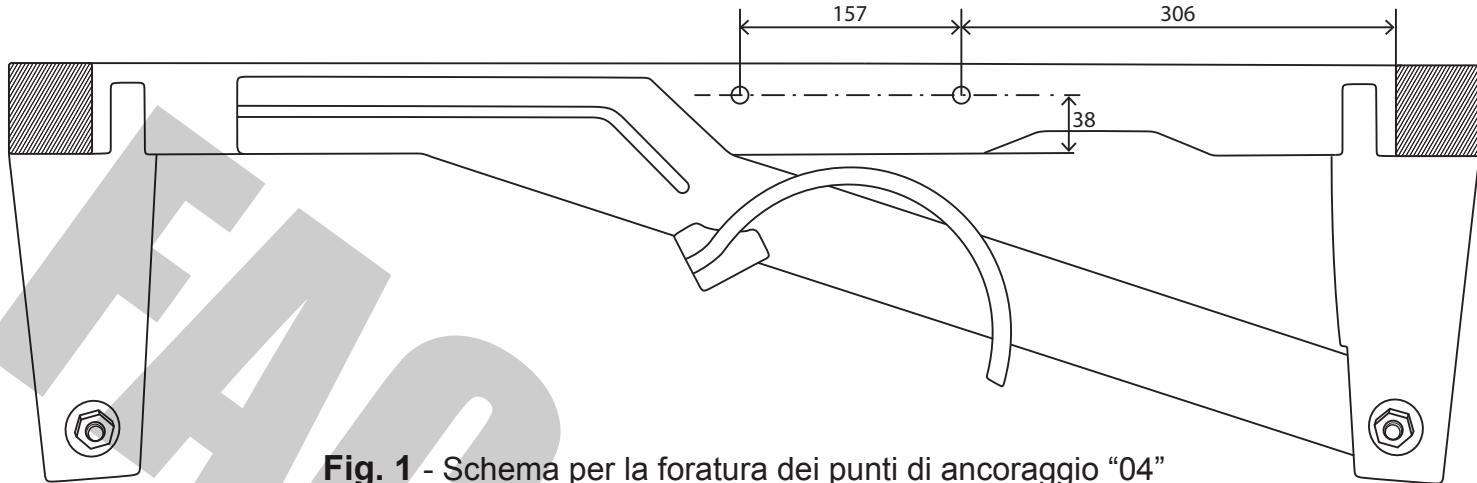
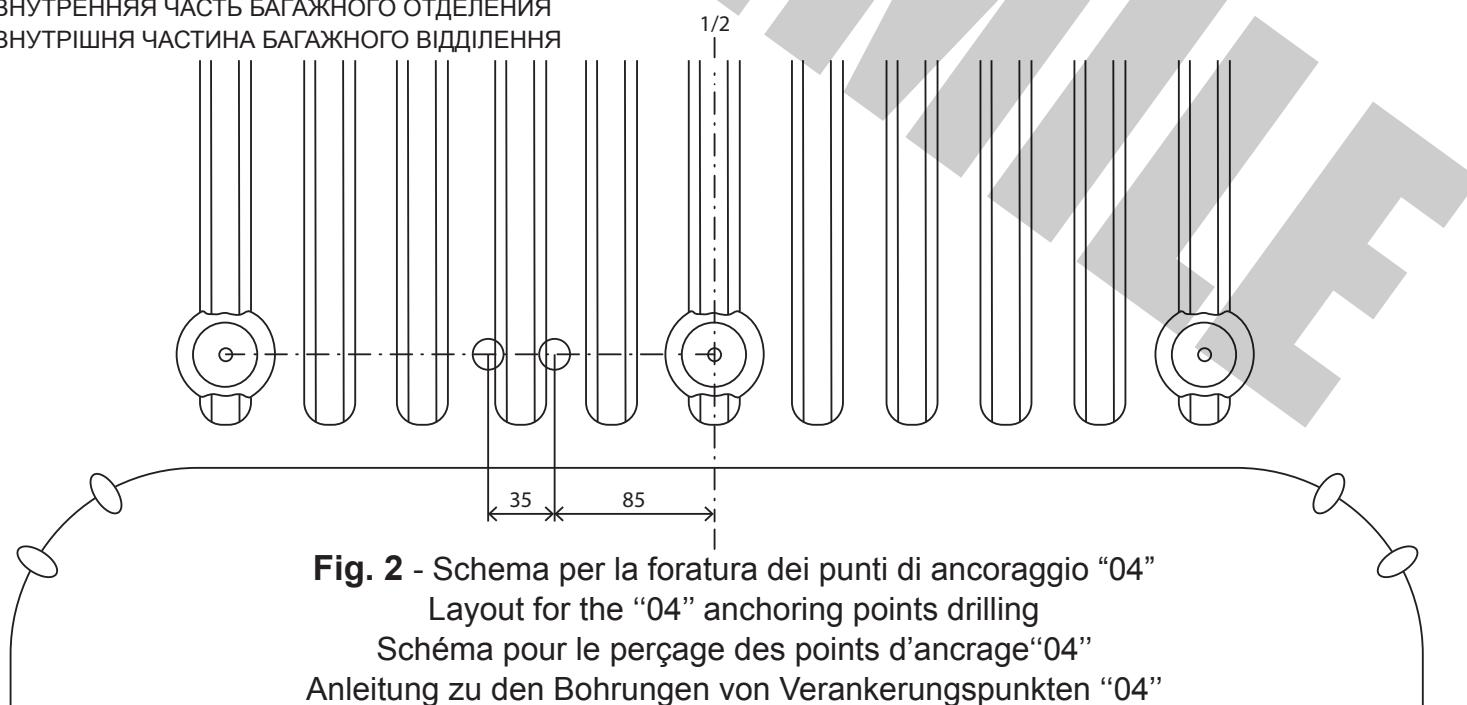

Fig. 1 - Schema per la foratura dei punti di ancoraggio "04"
Fig. 2 - Schema per la foratura dei punti di ancoraggio "04"
7. Sich an dem beigelegten Schema richten und die Löcher "4" (Abb. 1) und "3" (Abb. 2) mit Ø 10,5 mm bohren.
7. В соответствии со схемой приложения сделать сквозные отверстия Ø10,5 мм согласно точкам «4» (Рис.1) и «3» (Рис.2).
7. У відповідності зі схемою додатку зробити наскрізні отвори Ø10,5 мм відповідно до місць «4» (Рис.1) та «3» (Рис.2).